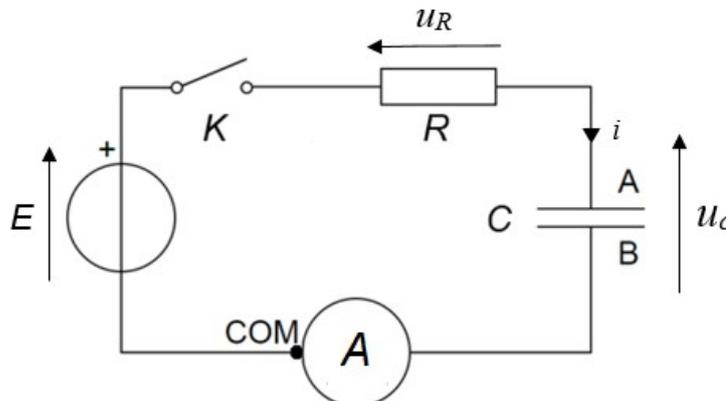

figure 1. Circuit électrique RC série
On considère le circuit électrique schématisé ci-dessous (**figure 1**) composé d'une source idéale de tension  $E$ , d'un interrupteur  $K$ , d'un conducteur ohmique de résistance  $R$ , du supercondensateur de capacité  $C$  et d'un ampèremètre de résistance interne négligeable (la tension aux bornes de l'ampèremètre est considérée comme nulle).
4. En appliquant la loi des mailles pour le circuit de la figure 1 :